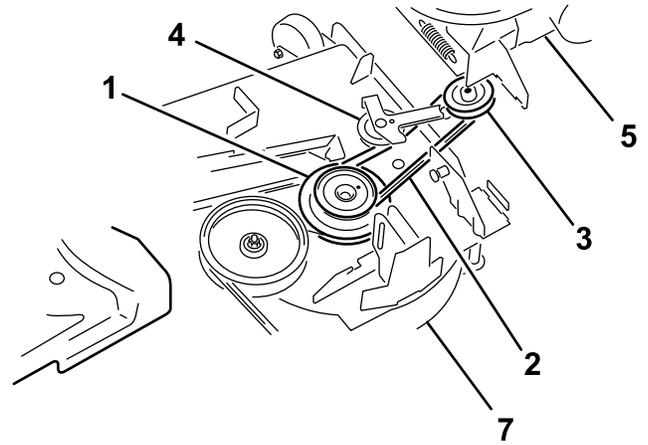

Bild 9
3. Führen Sie den Riemen unter die Spannscheibenrolle (Bild 9).
4. Entfernen Sie den Riemen von der Antriebsrolle (Bild 9).
- Fluchten Sie den Gebläseriemen um die Gebläserollen herum aus (Bild 9).
- Verlegen Sie den Riemen vorübergehend unter die Spannrolle (Bild 9).
- Führen sie den Riemen um die Antriebsrolle (Bild 9).
- Ziehen Sie die federbelastete Rolle von der fixierten Federstrebe fort und führen Sie den Riemen um die Spannrolle (Bild 9).